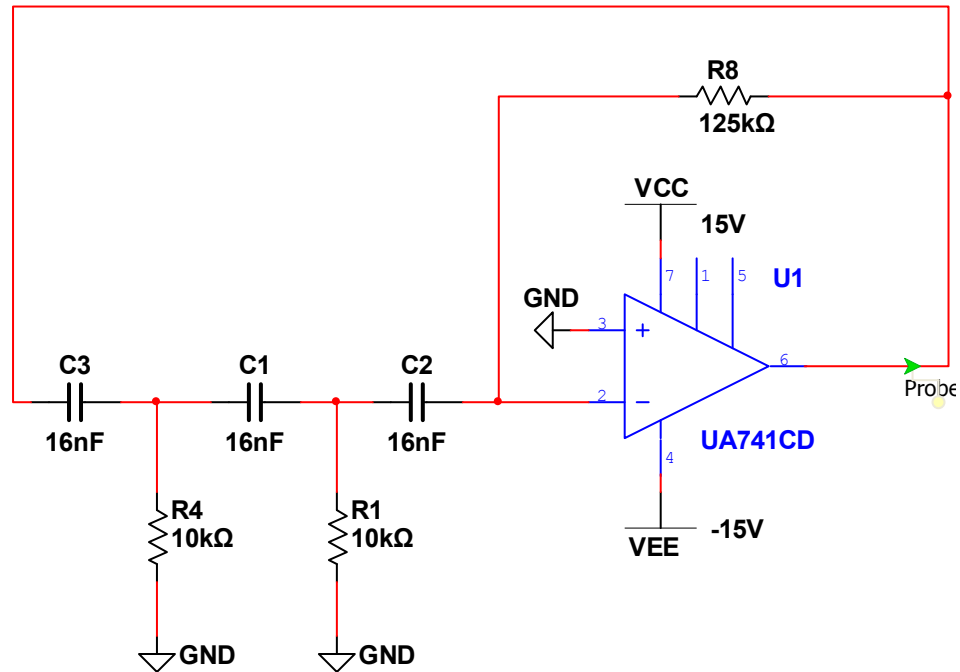

Рис. 6.2.2
- 2.1. Собрать схему RC-генератора с фазосдвигающей цепью (рис. 6.2.2).